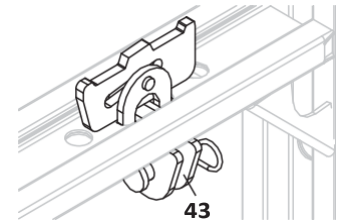

Fig. A6.02
1. Закрепете вертикализаторите (40) или напречните рамена към свързката (43) посредством болтовете и шплентовете (44). (Fig. A6.02)